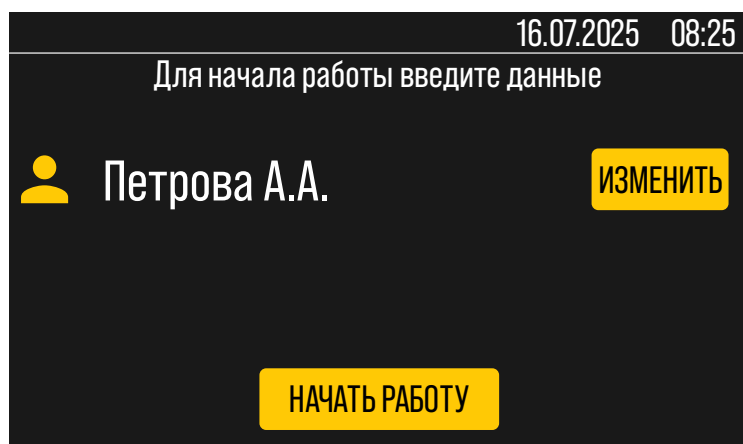

Рис.19. Стартовый экран
1. На стартовом экране (**Рис.19**) нажмите **«Изменить»**, выберите своего **оператора весовой** и подтвердите выбор в появившемся окне.
1. На стартовом экране (**Рис.19**) нажмите «**Изменить**», выберите **любого оператора весовой** и подтвердите выбор в появившемся окне.